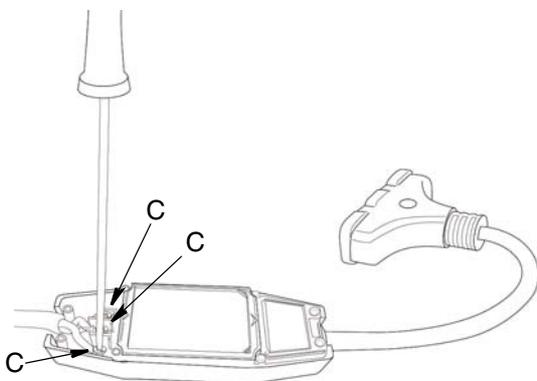

FIG. 13
3. Svitare le tre viti a croce n. 2 (C) e scollegare i fili nero, bianco e verde dai morsetti dell'interruttore differenziale (FIG. 13).
2. Collegare il filo verde del cavo al morsetto verde del modulo interruttore differenziale. Collegare il filo nero del cavo al morsetto in ottone. Collegare il filo bianco del cavo al morsetto in argento. Riserrare le tre viti a croce n. 2 (C) (FIG. 13).